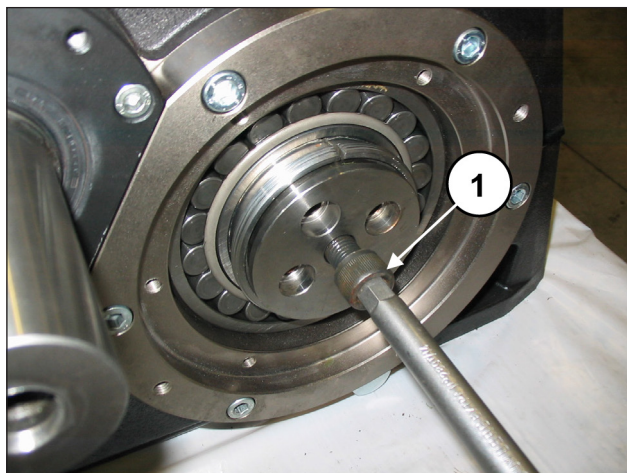

Fig. 79
Applicare una vite M16 di adeguata lunghezza (35-40 mm) al foro M16 dell'albero a gomiti ed avvitare fino ad appoggiare la flangia contro la bussola (pos. ①, Fig. 79). Non serrare la vite.